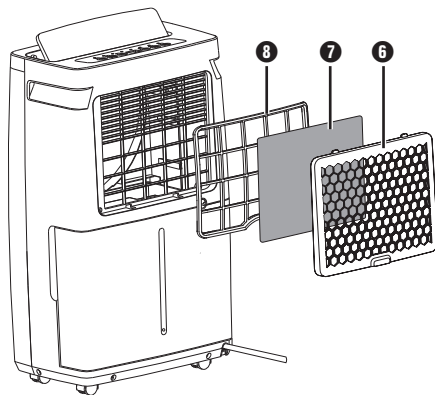

Fig. 6
- ◆ Montarea se realizează în ordine inversă (a se vedea fig. 6).